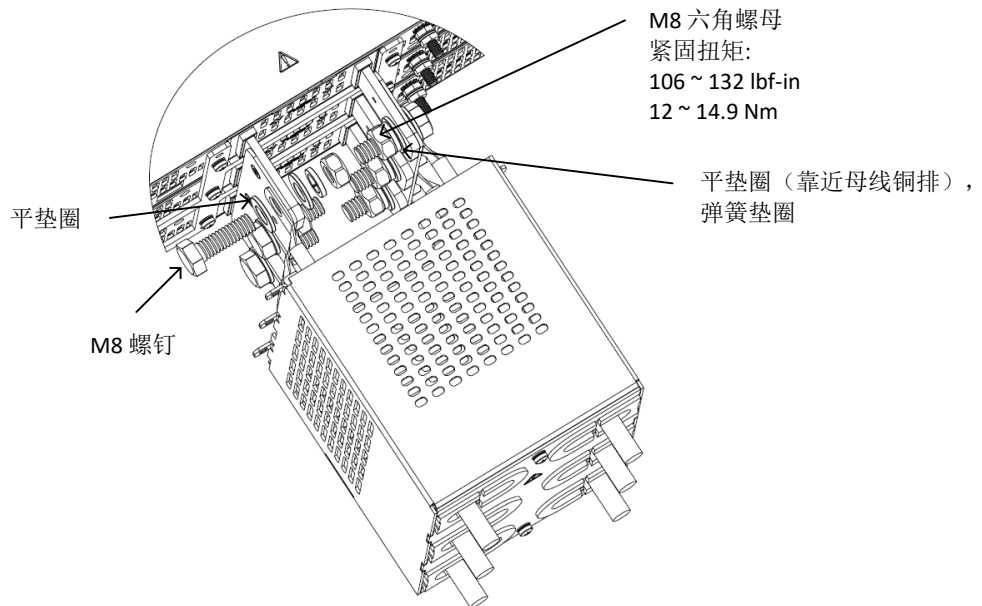

图 4-67: 50V - 100V 导线安装
4. 将导线固定到母线上，如图 4-67 所示（所示为 15kW，也适用于 10kW）。